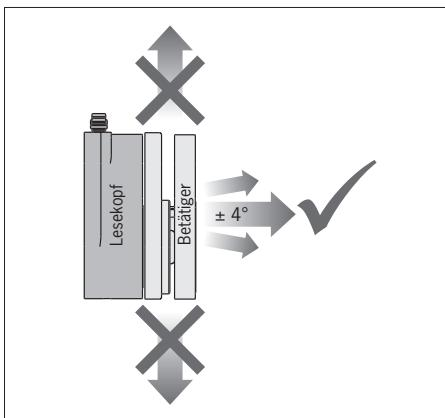

Bild 1: Anfahrrichtung
- ▶ Beim Öffnen der Schutztür muss der Betätigern frontal vom Lesekopf weggeführt werden (siehe Bild 1).